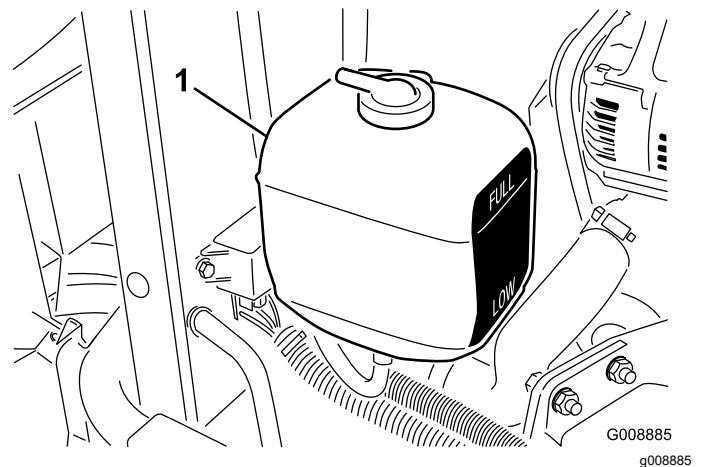

Bild 29
2. Prüfen Sie den Kühlmittelstand im Ausdehnungstank (Bild 29). Bei einem kalten Motor muss der Füllstand ungefähr auf halber Höhe zwischen den beiden Markierungen stehen.